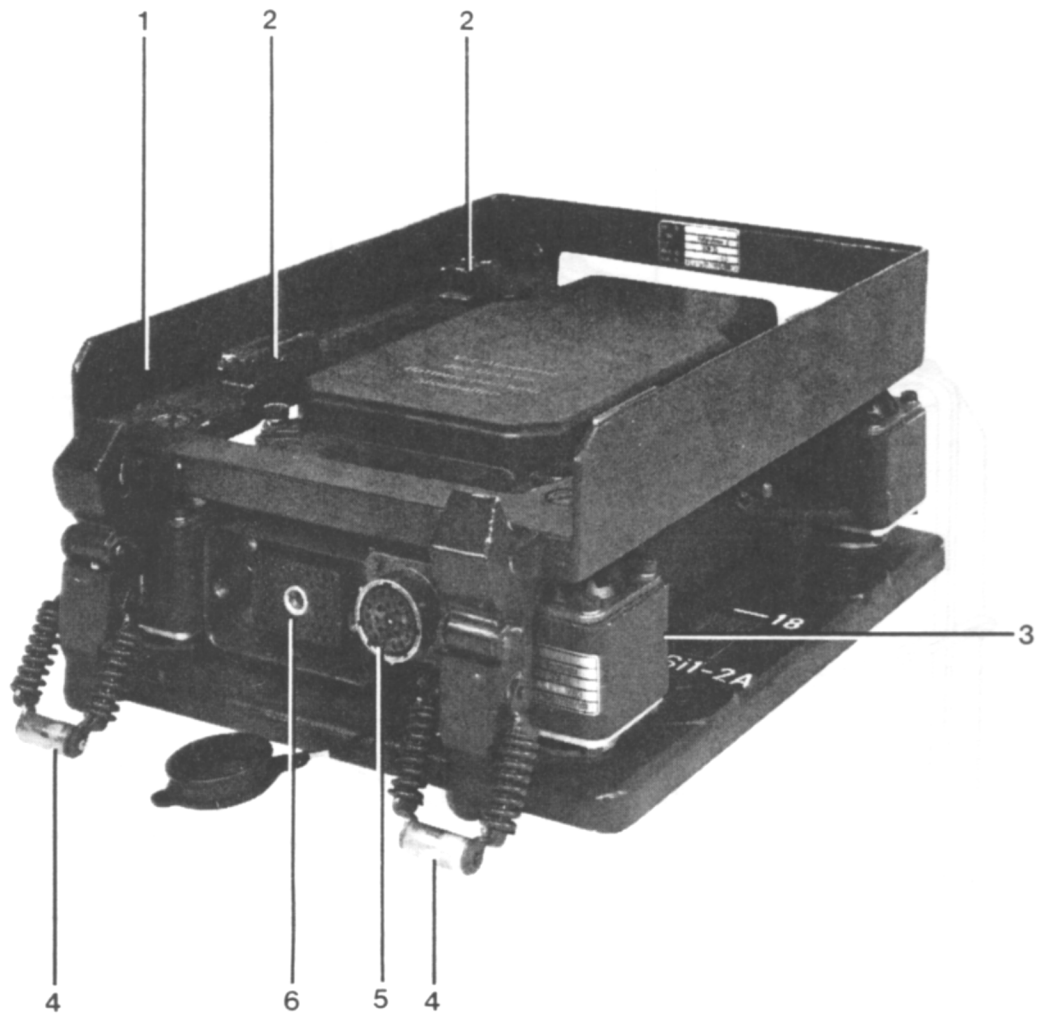

Bild 8 E-Grundplatte
- E-Grundplatte (Bild 8)
Die E-Grundplatte (Bild 8) gleicht der S/E-Grundplatte, ist jedoch ebenfalls schmaler und hat nur eine Sicherung S1 (8/3). Ferner fehlt die Anschlußbuchse 52.